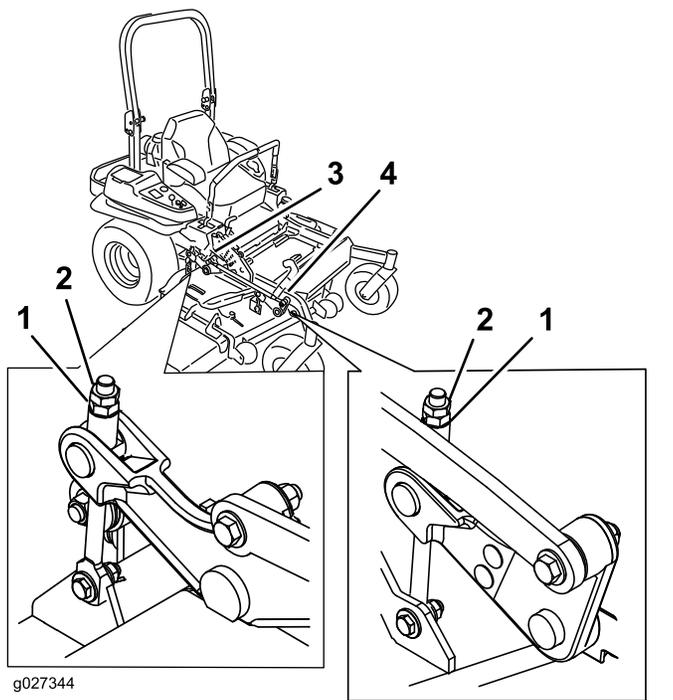

Рисунок 108
10. Выполните тонкую настройку регулировочной гайки на переднем узле подъема деки, поворачивая гайку (Рисунок 108).
16. Выполните тонкую настройку винтового регулятора, повернув его так, чтобы получить высоту 8,3 см (Рисунок 108).